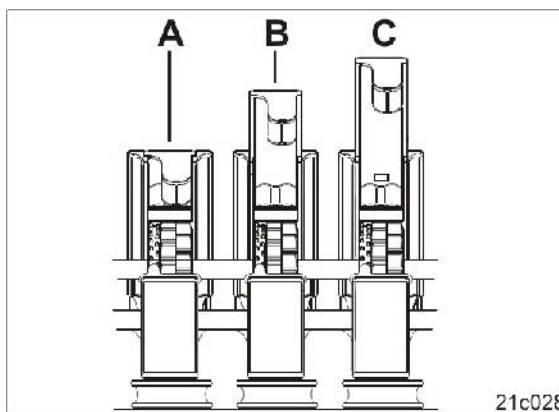

Fig. 124
2. Indstil stopventilerne (Fig. 124) vha. tabellen "Indstillingsværdier" (på side 122).
Stopventilerne (Fig. 124) går i indgreb i en af tre mulige positioner: